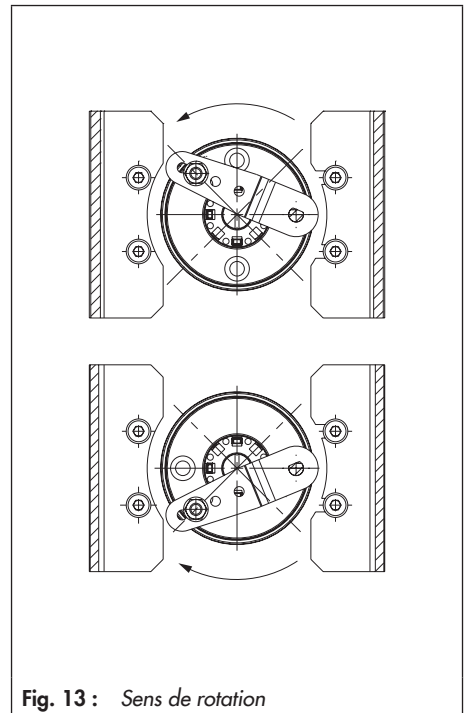
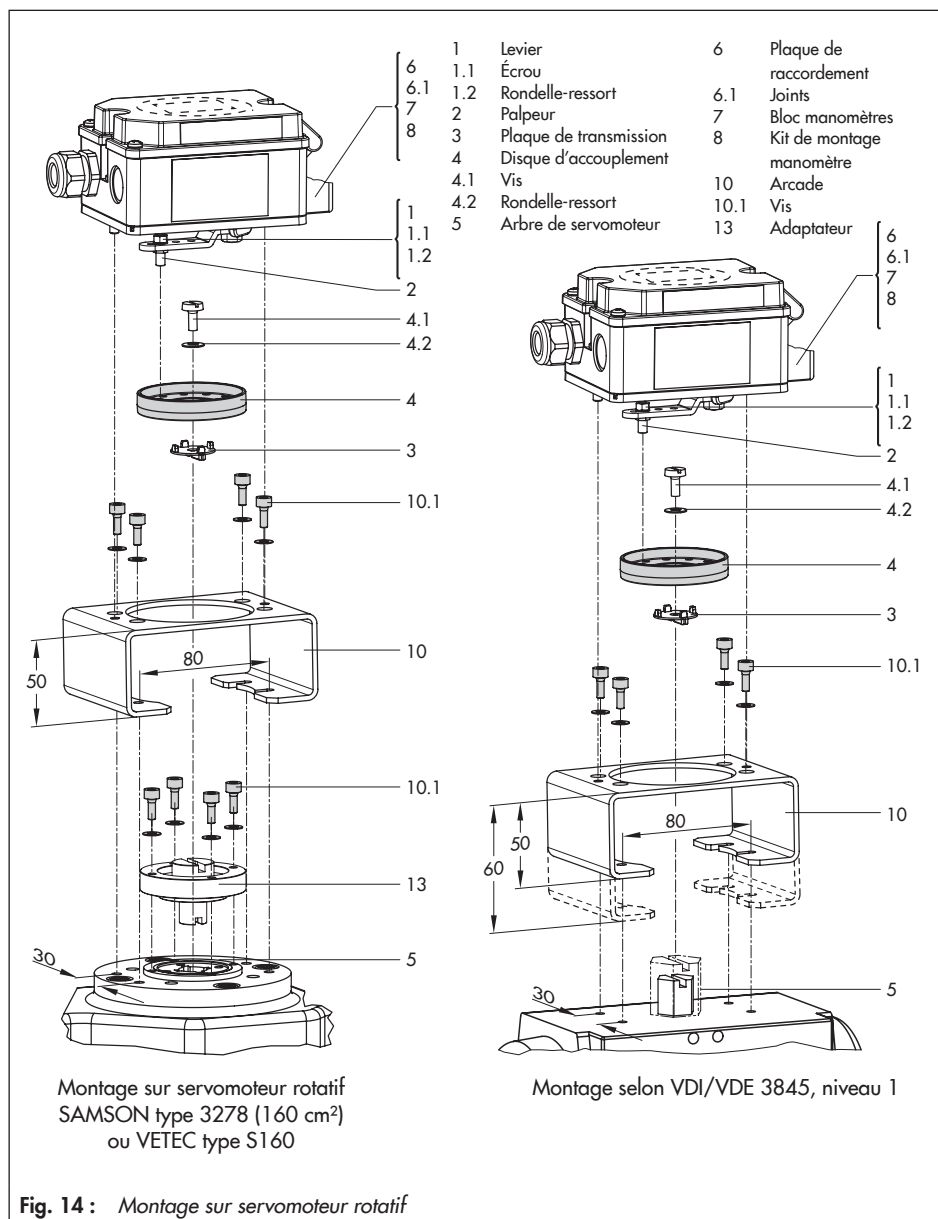

Fig. 13 : Sens de rotation
Fig. 14 : Montage sur servomoteur rotatif
- Pour un montage sur le servomoteur rotatif SAMSON type 3278 (160 cm²) ou VETEC type S160, monter d'abord l'adaptateur (13) à l'aide de quatre vis (10.1) sur l'extrémité libre de l'arbre du servomoteur rotatif.
1. Enfoncer la plaque de transmission (3) sur la fente de l'indicateur de position du servomoteur ou sur l'adaptateur (13).
2. Placer le disque d'accouplement (4) sur la plaque de transmission (3) avec le côté plat vers le servomoteur. Lorsque la vanne est en position fermée, la fente de ce disque doit coïncider avec le sens de rotation selon la Fig. 13.
3. Visser à fond le disque d'accouplement (4) et la plaque de transmission (3) sur l'arbre du servomoteur à l'aide de la vis (4.1) et de la rondelle-ressort (4.2).
4. Monter la plaque de raccordement (6) ou le bloc manomètres (7) avec les manomètres (8) sur le positionneur en veillant à ce que les deux joints toriques soient positionnés correctement.
5. Fixer l'arcade (10) sur le servomoteur à l'aide de quatre vis (10.1).
6. Dévisser et retirer le palpeur standard (2) situé sur le levier M (1) du positionneur. Utiliser le palpeur seul (Ø 5 mm) du kit de montage et le visser fermement en position 90°.
7. Placer le positionneur sur l'arcade (10) et le visser fermement. Le levier (1) et le palpeur doivent être engagés dans la fente du disque d'accouplement (4) en tenant compte du sens de rotation du servomoteur (Fig. 14).
- Si le servomoteur rotatif parcourt la moitié de sa rotation, le levier (1) doit être parallèle au côté longitudinal du positionneur.
8. Coller la graduation sur le disque d'accouplement (4) de sorte que la pointe de la flèche indique la position de fermeture et qu'elle soit bien visible lorsque la vanne est montée.